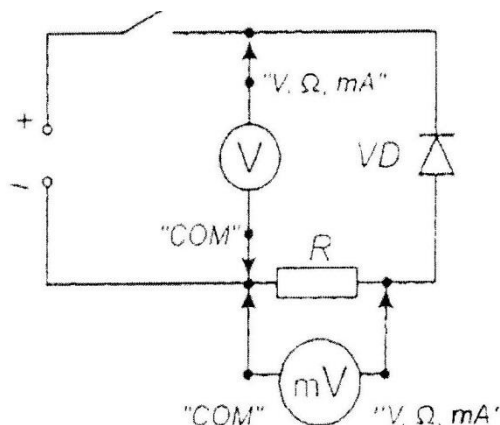

Рисунок 18 – Схема подключения диода
2. Зарисуйте схему подключения диода в электрическую цепь (рисунок 18).